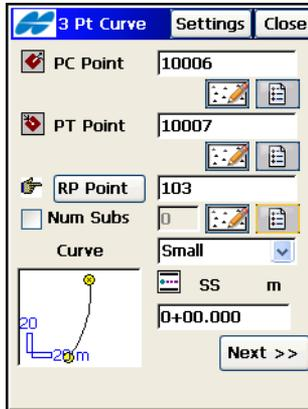

Abbildung 9-27. Kleine Kurve durch drei Punkte
- Geben Sie *Bogenanfang KA*, *Bogenende* (Tangentenpunkt) KE und den Mittelpunkt (auch *Radiuspunkt*, RP genannt) ein. Dabei sollte die Entfernung zwischen Radiuspunkt und KA gleich der Entfernung zwischen Radiuspunkt und KE sein. RP, KA und KE definieren zwei Kurven. Eine davon besitzt ein Delta von 180 Grad oder weniger (kleine Kurve), die andere ein Delta von mindestens 180 Grad (große Kurve). Wählen Sie im Feld *Kurve* den Eintrag *Klein* oder *Groß* (Abbildung 9-27 auf Seite 9-22), um zu bestimmen, welche der beiden Kurven zum Abstecken verwendet wird. Geben